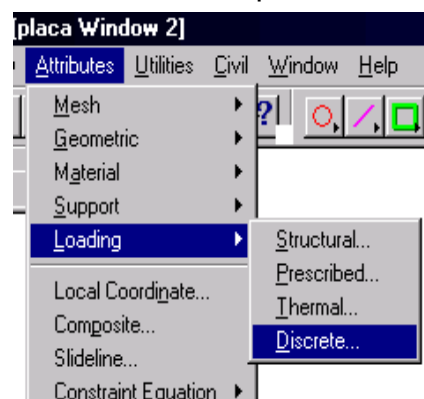

Fig. 33
- se deschide meniul **Attributes**, opțiunea **Loading**, **Discrete** (fig. 33)